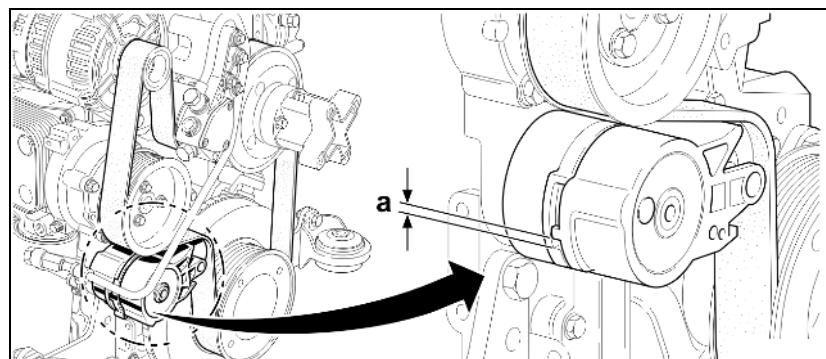

Рис. 169
1. Поставьте под резьбовую пробку (Рис. 169/1) поддон.